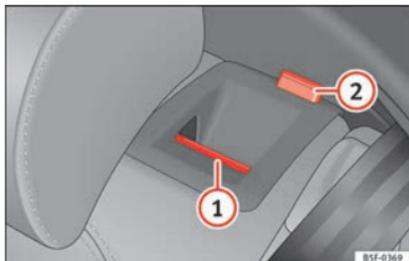

Fig. 151 Dans le dossier de la banquette arrière : touche de déverrouillage ① ; repère rouge ②.
- Tirez la touche de déverrouillage » fig. 151 ① vers l'avant et, en même temps, rabaissez le dossier.
- Le dossier arrière est débloqué quand le repère rouge est visible sur la touche ②.
Le dossier arrière est débloqué quand le repère rouge est visible sur la touche » fig. 151 ②.